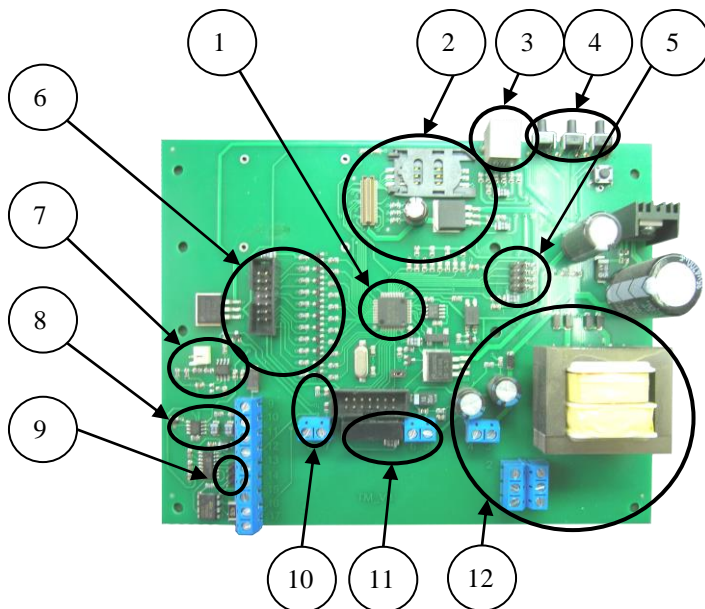

Рис.2 Устройство платы телеметрического модуля «ТВЕРЦА-ТМ».
ТМ выполнен в виде одного блока, основой которого является плата с микроконтроллером управления (рис 2, п.1). Связь по каналу GSM обеспечивается через блок GSM-связи (рис. 2, п.2) с установленным на плату модемом и SIM картой сотового оператора связи. Для улучшения условий приема сигнала ТМ комплектуется
Питание ТМ осуществляется от сети 230 VAC (рис. 2, п.12, клеммы 1,2). В случае отсутствия розетки для подключения ТМ питание может осуществлять через цепь 13,5 VDC (рис.2, п.12 клеммы 3 «+», 4 «-»).
ТМ обеспечивает **измерение выходного напряжения** СКЗ до 60 VDC через делитель напряжения (рис.2, п.10 клеммы 7 «+», 8 «-») и выходного тока СКЗ (рис.2, п.8 клеммы 11 «+», 12 «-»).
СКЗ различных производителей, в зависимости от выходной мощности имеют в своей конструкции токоизмерительные шунты различных номиналов, однако падение напряжения при максимальном выходном токе практически на любом из шунтов составляет 75 mV. Схема (рис.2, п. 5) позволяет выбрать требуемый номинал токоизмерительного шунта, установленного в СКЗ. Таблица выбора номиналов шунта находится в приложении.
ТМ обеспечивает **измерение защитного потенциала** на металлической конструкции, к которой подключена СКЗ, с помощью схемы (рис. 2, п. 7).
Информация об измеренных и технологических параметрах выводится на жидкокристаллический индикатор через соответствующую схему (рис. 2, п. 6).
Управление выходным током СКЗ осуществляется по аналоговому каналу (рис.2, п.11 клеммы 5 «+», 6 «-»), который выдает сигналы управления в диапазоне 0...10 VDC для потенциального интерфейса или 0...20 mA – токового интерфейса управления.
При наличии у СКЗ цифрового канала управления сопряжение ТМ с СКЗ осуществляется через интерфейсы сопряжения RS-232 и RS-485 (рис.2, п.11 клеммы 13-17). Выбор интерфейса сопряжения и протокол обмена MODBUS для RS-485 находится в приложении.
Управление в ручном режиме осуществляется кнопками управления (рис.2, п.4) путем увеличения или уменьшения уставки и не требует никакого перевода в дистанционный или местный режим.
ТМ имеет возможность сигнализировать о несанкционированном доступе в шкаф СКЗ, для чего комплектуется охранным извещателем (датчиком открытия двери), а также возможность подсчета израсходованной электроэнергии. Охранный датчик и счетные выходы приборов учета электроэнергии интегрированы в один разъем (рис.2, п.3). Распиновка разъема указана в схеме подключения ТМ к СКЗ (рис.4).
- Вставьте в крышку держателя SIM-карту (рис.2, п.2). При установке SIM-карты обратите внимание на её правильное расположение.
- Подключите шунт измерения тока станции в разрыв минусового выхода станции (провод, идущий к трубе газопровода), либо подключите ТМ к встроенному токоизмерительному шунту СКЗ и установите номинал шунта джамперами (рис.2, п.5) в соответствии с таблицей шунтов в приложении.